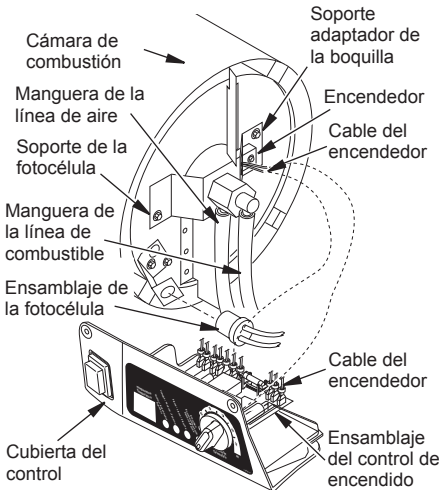

Figura 14 - Desconexión de los alambres del encendedor del ensamblaje del control de encendido (se muestra el modelo 170T)
4. Desconecte los alambres del encendedor del ensamblaje del control de encendido (consulte la figura 14). Pase los alambres del encendedor a través del orificio en la cubierta inferior.
5. Desconecte la manguera de la línea de combustible y la manguera de la línea de aire. Desmonte la fotocélula del soporte de la misma (consulte la figura 14).
11. Pase los cables del encendedor nuevamente hacia abajo a través del orificio en la cubierta inferior. Conecte los cables al ensamblaje del control de encendido (consulte la figura 14).